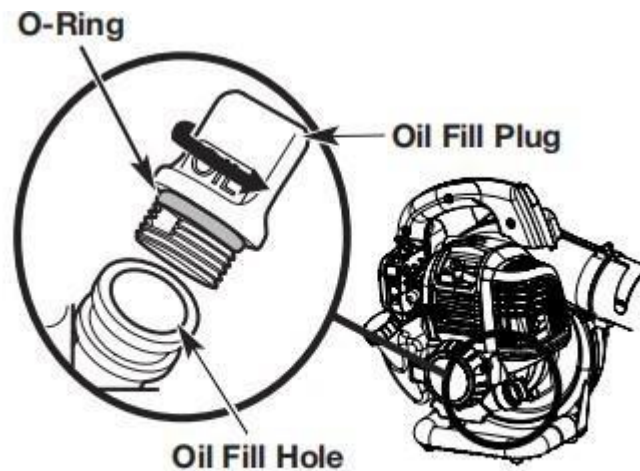

Fig. 4
- Draai de olievulplug los (Fig. 4).
- Vul het gehele olievat in de olievulopening (Fig. 4).
Opmerking: Zorg ervoor dat de O-ring op de olievulplug is aangebracht (Fig. 4).